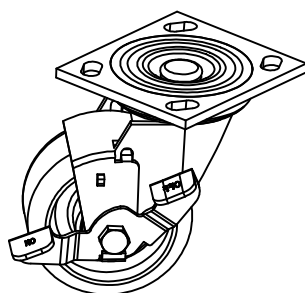

图2
①脚轮安装需另外准备螺栓，螺栓长度根据设备选择，螺栓直径小于等于11毫米。
②安装前将脚轮底板旋转45°，避免螺栓于脚轮干涉，如图2所示；
③将螺栓从脚轮波盘底部孔穿入再拧紧螺栓将脚轮固定在设备上。